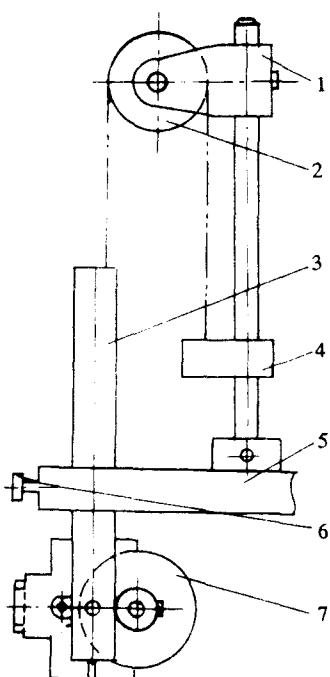

图 1-6 锯夹子升降机构
(6)锯夹子。它是带锯锯切木料时稳定锯条的装置,分上下锯夹子。下锯夹子安装在工作台下面,一般是固定的;上锯夹子安装在工作台上面,是活动的,可根据被锯割木料的厚度调整到距木料上表面 30~50 mm 的高度上。锯夹子升降机构,见图 1-6。